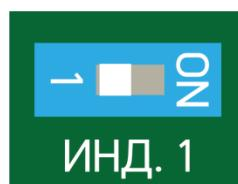

Рисунок 7.16
– по окончании настройки отключить сигнальный светодиод, установив флагок выключателя (поз.3 рисунок 7.1) в левое положение (положение «1») (рисунок 7.16).